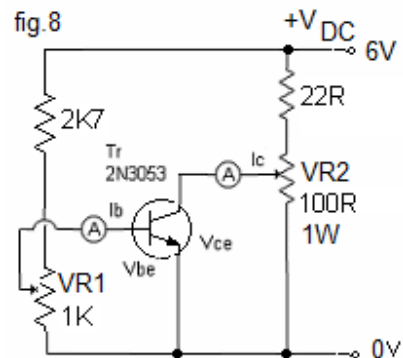

fig.8 Circuito prático para obter característica do transistor
Três gráficos mostrando estas características para um transistor npn podem ser obtidos com o circuito esquematizado na fig.8. O circuito permite que quatro quantidades sejam avaliadas:
- 1.Conecte no board o circuito da fig.8
1. Conecte no “board” o circuito da fig. 8.